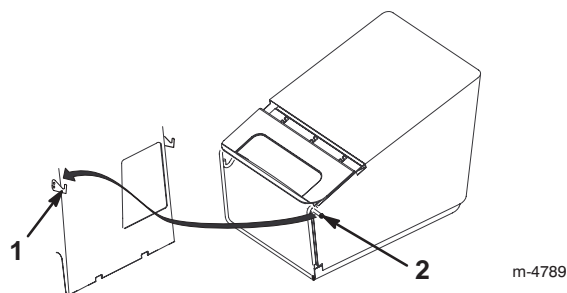

Figura 16
4. Enganche los pasadores de la bolsa de recortes en los ganchos, según muestra la Figura 16.
4. Desenganche los pasadores de la bolsa de recortes de los ganchos y retírelos por el hueco, según muestra la Figura 16.